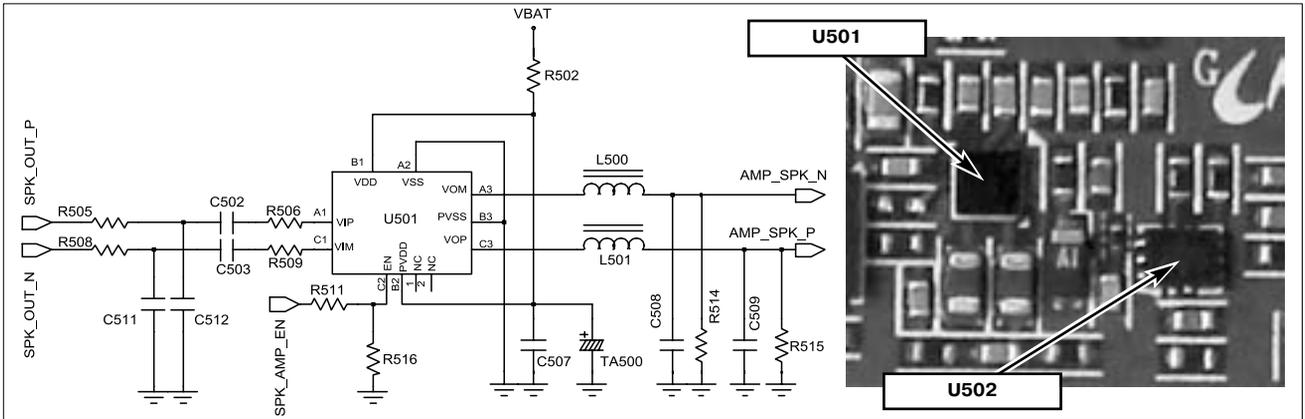

Рис. 13. Усилитель звука U501
3. Проверяют наличие сигнала на L500 и L501. При его отсутствии производят проверку внешних элементов микросхемы U501 (рис. 13).